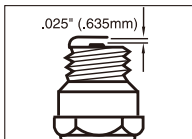

Рисунок 18
- Зазор свечи зажигания составляет 0,635 мм (0,025 дюйма) (рис.18).